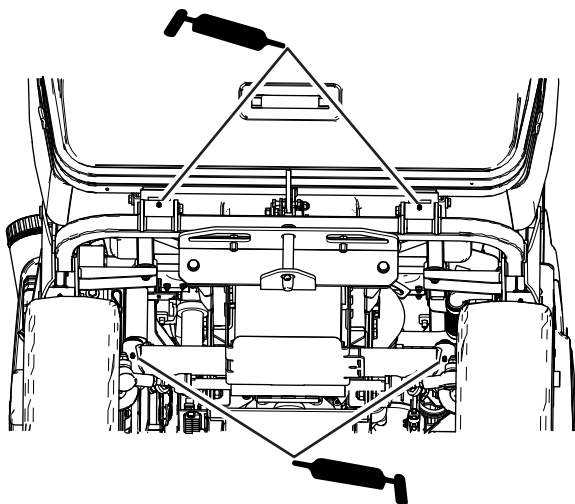

Figura 44
- Perni della tramoggia e punti di rotazione dello sterzo (Figura 44)